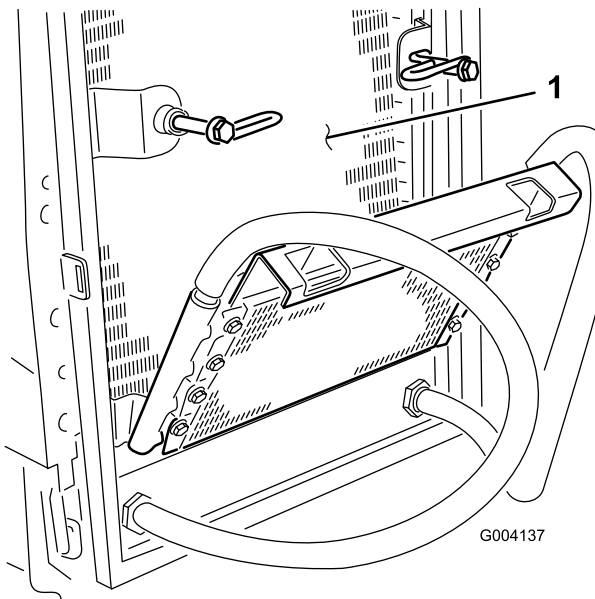

Figure 72
6. Nettoyez soigneusement les deux côtés du refroidisseur d'huile et du radiateur (Figure 72) à l'air comprimé.